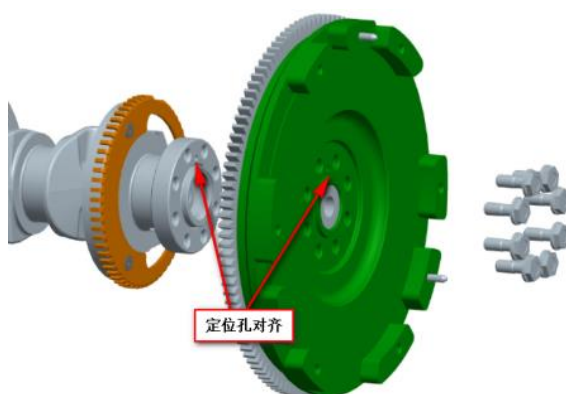

图15 飞轮安装示意图
- 6.10.8 安装飞轮盘，见图 15。定位孔定对齐，紧固力矩为  $80 \text{ N} \cdot \text{m} \pm 2 \text{ N} \cdot \text{m}$ 。